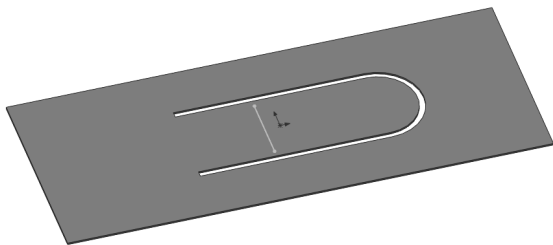

图 10-76 绘制直线草图
1) 在生成转折特征之前首先绘制草图, 选择钣金零件的上表面作为绘图基准面, 绘制一条直线, 如图 10-76 所示。